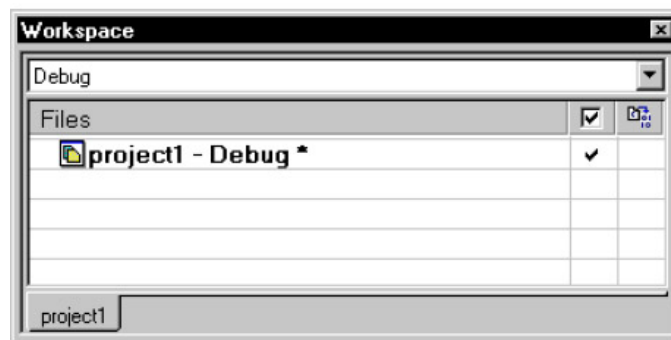

图 2. Workspace 窗口
- ② 在 Tool chain 栏中选择 ARM，然后点击 OK 按钮。
- ③ 在弹出的另存为窗口中浏览和选择新建的 My projects 目录，输入文件名 project1，然后保存。这时在屏幕左边的 Workspace 窗口中将显示新建的项目名。见图 2 所示：